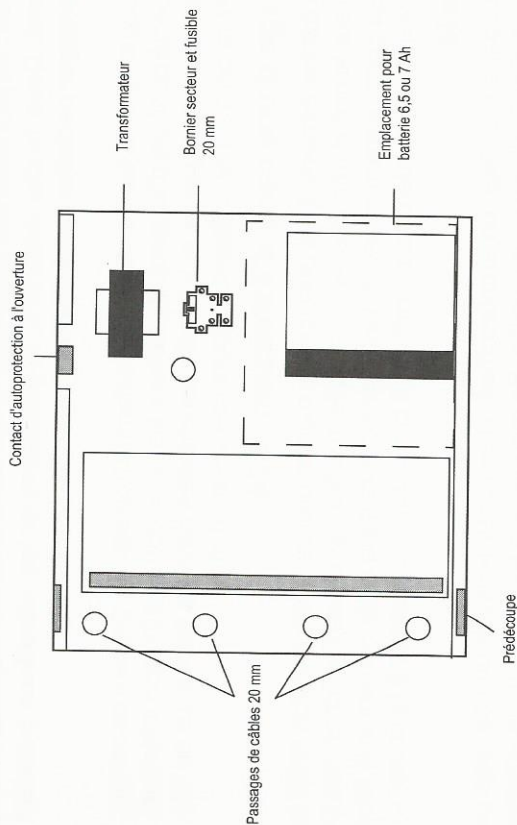

Figure 3. Disposition interne de la centrale
1. Retirer les vis du capot et ôter celui-ci. La figure 3 présente l'intérieur de la centrale.
Il existe dans le boîtier, un emplacement prévu pour recevoir une batterie de secours 6,5 ou 7 Ah, au plomb gélifié. Se reporter à la figure 3 pour déterminer l'endroit.